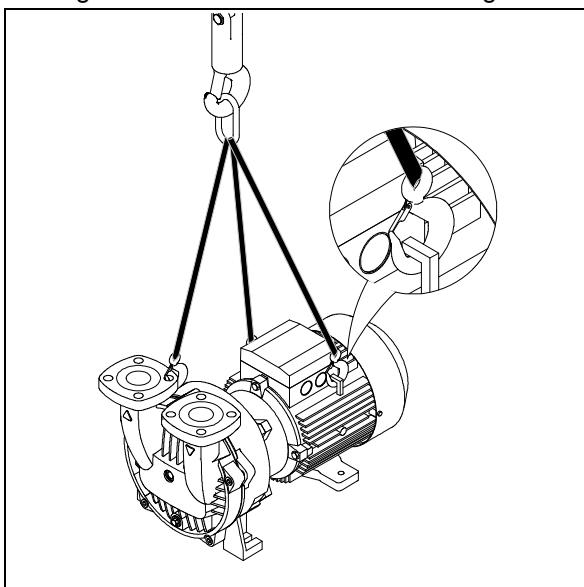
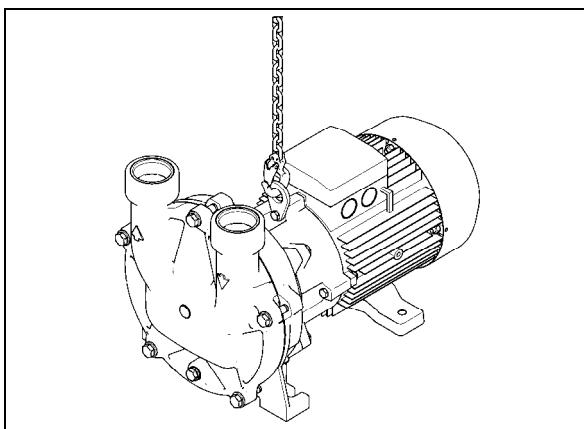

Fig. 4: Anschlagpunkte 2BV51..
Fig. 6: Anschlagpunkte 2BV547.
- Anschlagpunkte sind die Transportösen des Motors und eine Bohrung des Druck- oder Saugstutzens/ Hebeöse (Fig. 4 - Fig. 6, Seite 14).